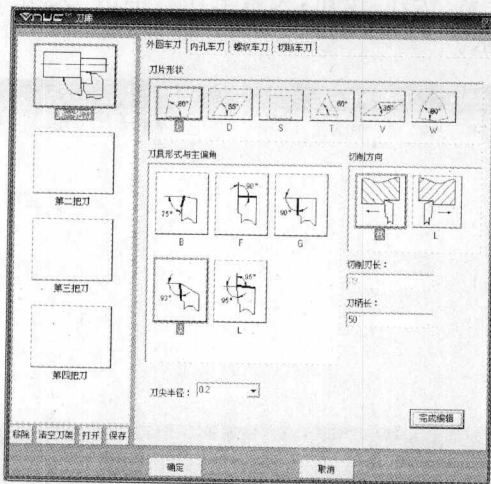

图1-13 外圆车刀的设置
(2) 在左边栏选中“第一把刀”,设置为“外圆车刀”,在“刀片形状”栏选择“C”型刀片。在“刀具形式与主偏角”栏中选择主偏角为 93° 的“J”型刀具,“切削方向”选择“R”(即从右向左切削),其余设置按默认值。单击“完成编辑”,结束第一把刀的设置,如图1-13所示。